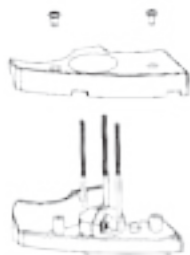

Fig. 1
1. Retire os dois parafusos da forma indicada na Fig. 1.
1. Lösen Sie die beiden Schrauben, siehe Abb. 1.